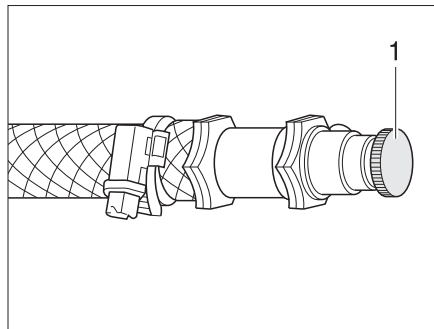

Fig. 259 Válvula de purga de la calefacción de agua caliente
- Abrir la válvula de purga (Fig. 259,1) y dejarla abierta hasta que deje de salir aire.